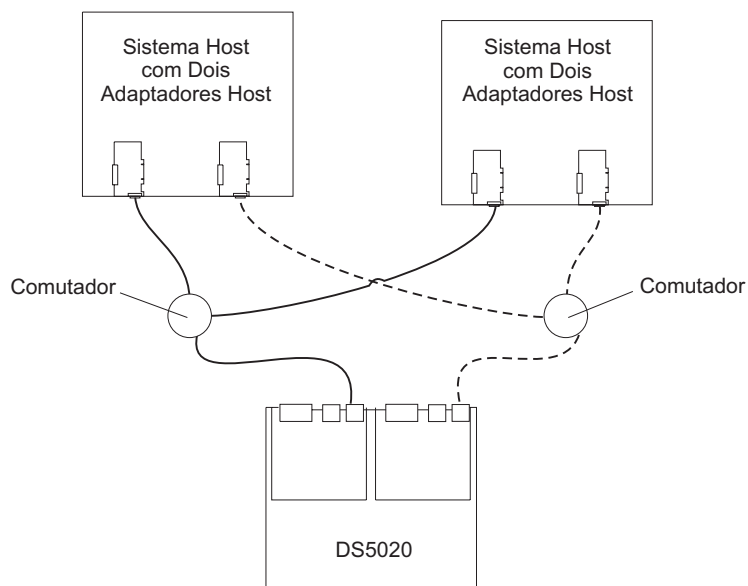

Figura 58. Exemplo de uma Configuração de Malha SAN Dupla
- Configuração de malha SAN dupla, conforme mostrado na Figura 58 na página 92
Na Figura 58 na página 92, os comutadores Fibre Channel são conectados juntos através do ISL (Inter-Switch Link) para formarem uma malha SAN dupla.